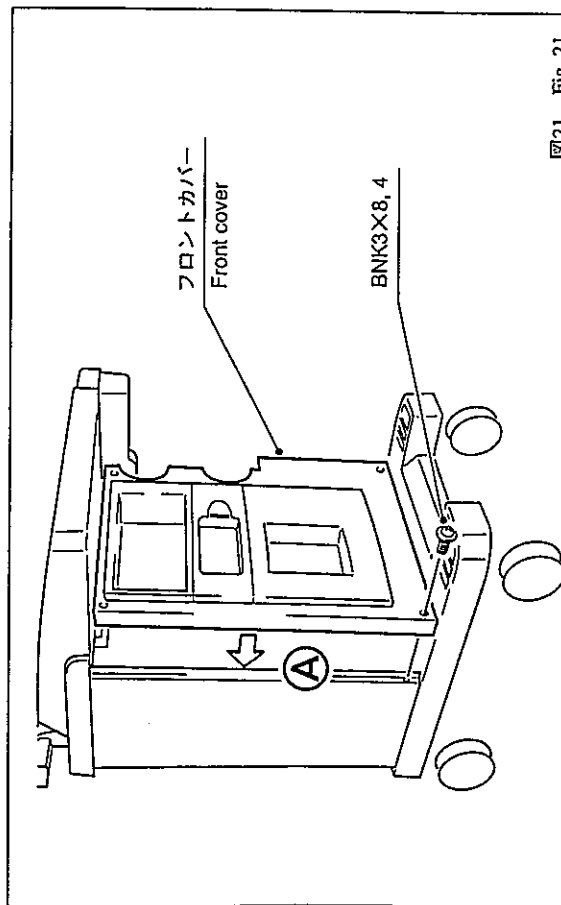

図21 Fig. 21
- (1) フロントカバーを、ねじ4本で取り付ける。(図21㊸)
- (1) Use 4 screws to install front cover. (㊸ in Fig. 21)